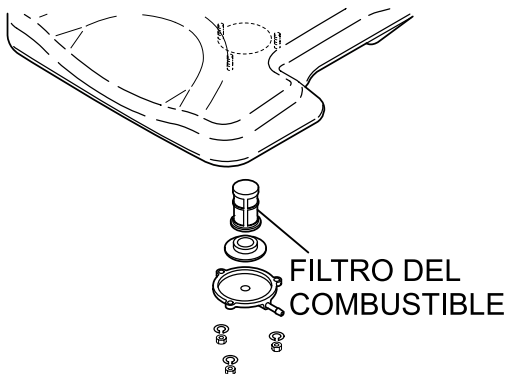

Figura 11. Filtro de combustible
- Quite la tapa del filtro de combustible y limpie el interior del tanque de combustible (Figura 11).